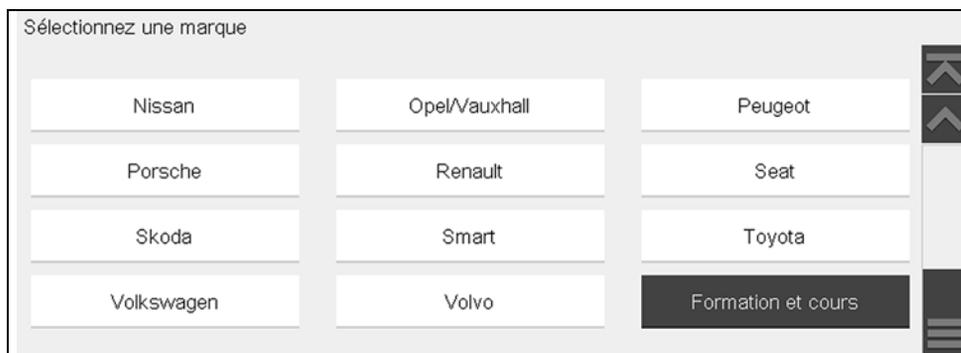

Figure 8-2
2. Sélectionnez **Formations** dans le menu Marque du véhicule (Figure 8-2) pour accéder aux options du menu.